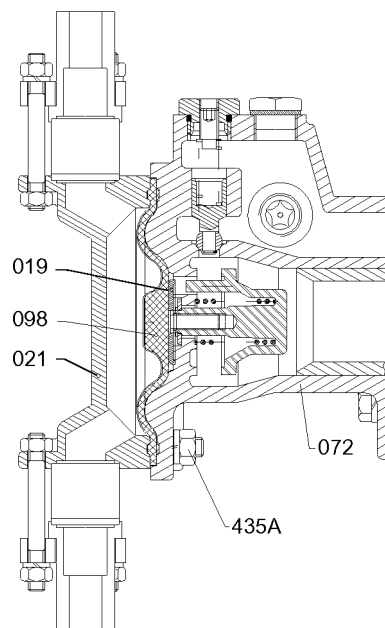

Fig.24 Byte av membran
3.7.2 Byte av membran (Fig.24)